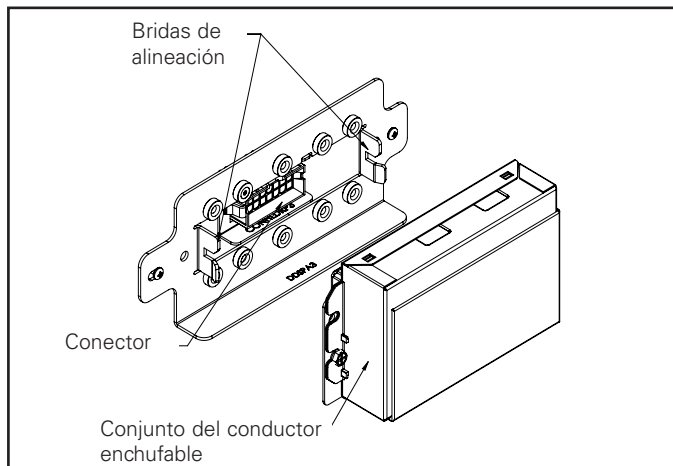

Figura 26
8. Sujete y tire del conjunto de la caja del controlador enchufable hasta que se desconecte (Figura. 26).
11. Alinee el conjunto de la caja de conexiones con las bridas de alineación y el conector de la caja de conexiones y empújelo suavemente hasta el final hasta que el conector encaje (Figura 26).